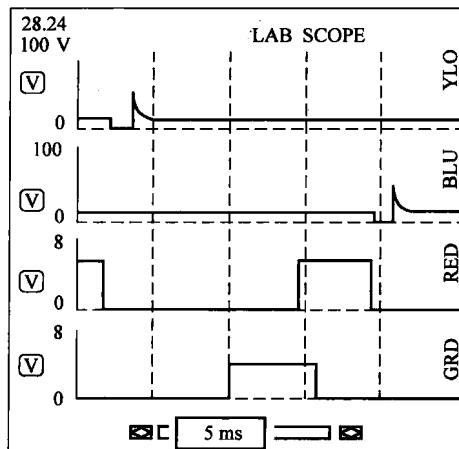

图 1-5 汽车示波器四通道显示屏幕
1) 汽车示波器的基本功能即为波形显示功能，是指对汽车电控系统中的模拟信号或数字信号以波形的方式进行显示。它通常有多个通道接口，能够同时显示多个波形，多为双通道显示，也有四通道显示。当为四通道显示时，把示波器连接到四个不同传感器或执行器，即可以把四种信号波形同时显示出来，便于分析判断。图 1-5 所示为汽车示波器四通道显示屏幕，它同时测试了两个喷油器、一个点火正时与一个参考信号四个信号波形。